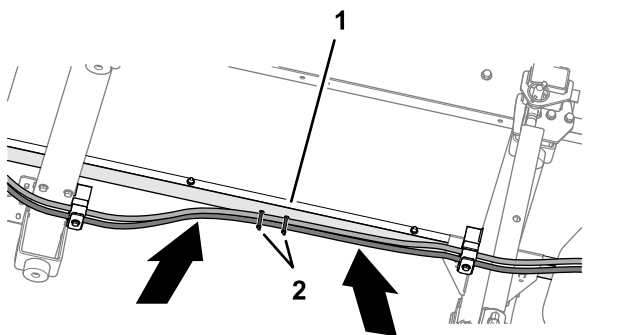

Figura 24
3. Tra la traversa anteriore e centrale, fate passare i flessibili a ridosso della guida del telaio destro (Figura 24).
4. Fissate i flessibili ai fori nella guida del telaio con 2 fascette per cavi (Figura 24). Quando collegate i flessibili accertatevi che la tensione degli stessi sia adeguata.